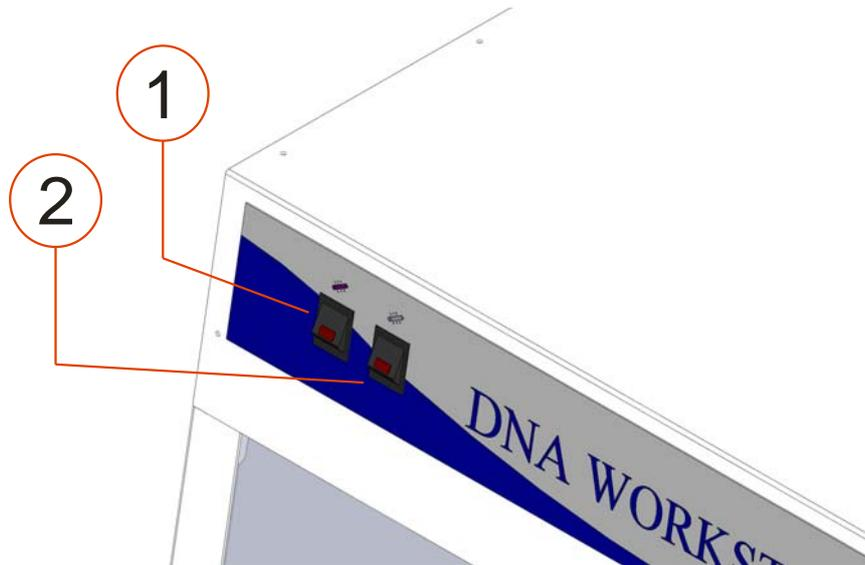

Figura 2 – Funções do painel de controle – Frontal
Conectar o plugue de entrada de energia do equipamento (item 3 da figura 2 – página 08) na tomada 2P+T. Conectar também o plugue referente a tomada da lateral direita do equipamento conforme a tensão desejada, podendo ser 110 ou 220 V. Ambos devem ser aterrados adequadamente.